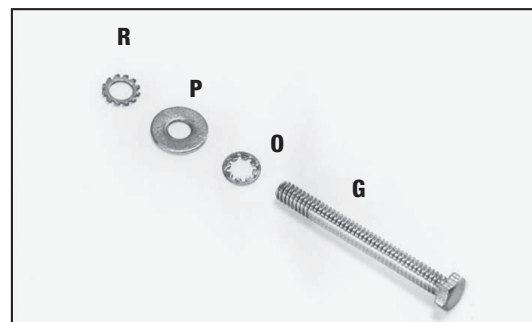

Fig. 10
3. Posicione o parafuso de cabeça sextavada de 1/4-20x2-1/4" (G) Fig. 10. Coloque a arruela de pressão de dente interno de 1/4" (O) M6.4, a arruela lisa (P) e a arruela de pressão de dente externo de 1/4" (R) no parafuso (G).